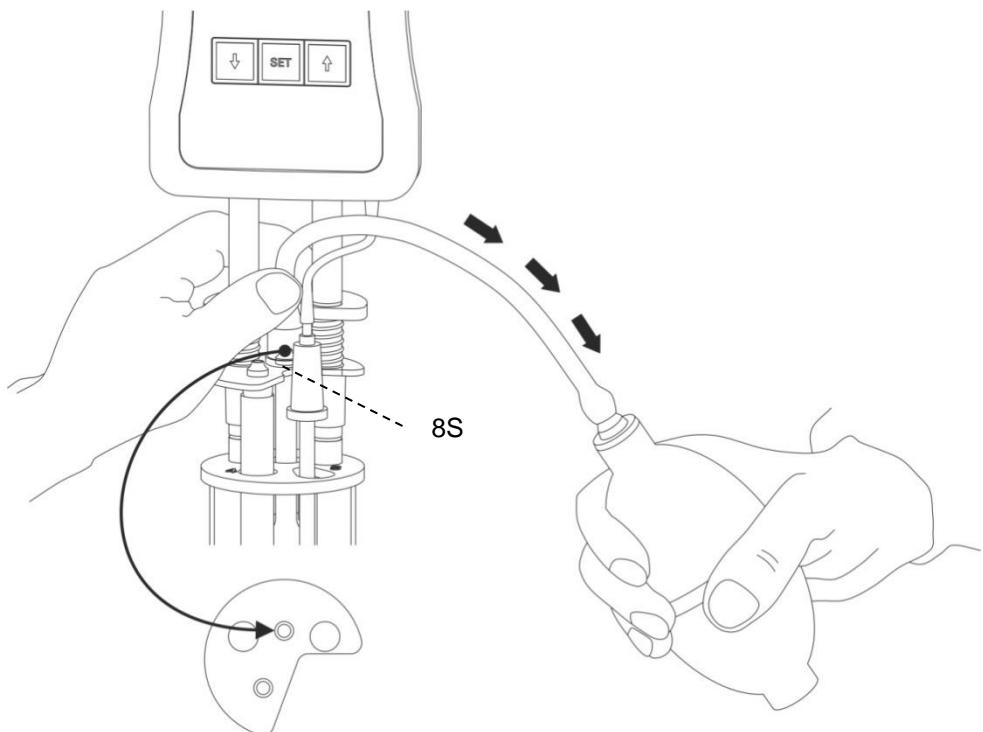

Fig. 9 Mode de travail en aspiration, avec la pompe manuelle VZ 6554
- (b) sur le bouchon en silicone 8S via le tube capillaire (22) en mode de travail avec aspiration (voir Abb. 9)